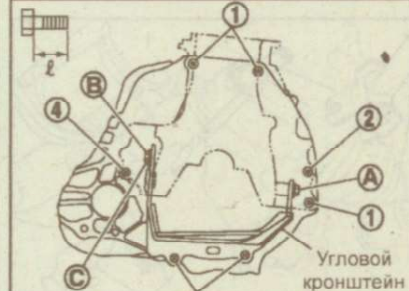

Рис. 9.22. Расположение болтов крепления коробки передач RS5F70A
- Затяните болты крепления коробки передач и всех снятых ранее элементов (рис. 9.22).
Моменты затяжки болтов крепления коробки передач к двигателю (рис. 9.22):
Моменты затяжки болтов крепления углового кронштейна к коробке передач (рис. 9.22):